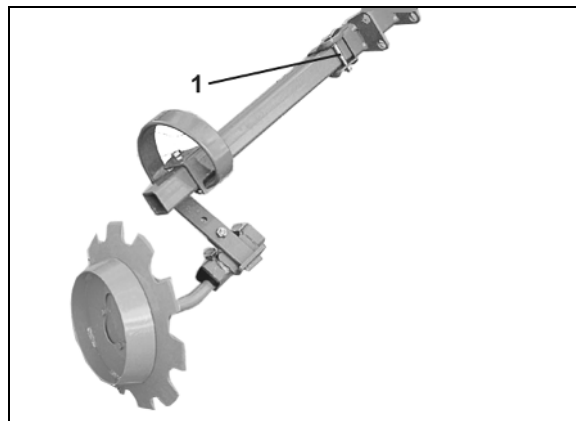

Fig. 92
3. Schrauben Fig. 92/1) lösen.